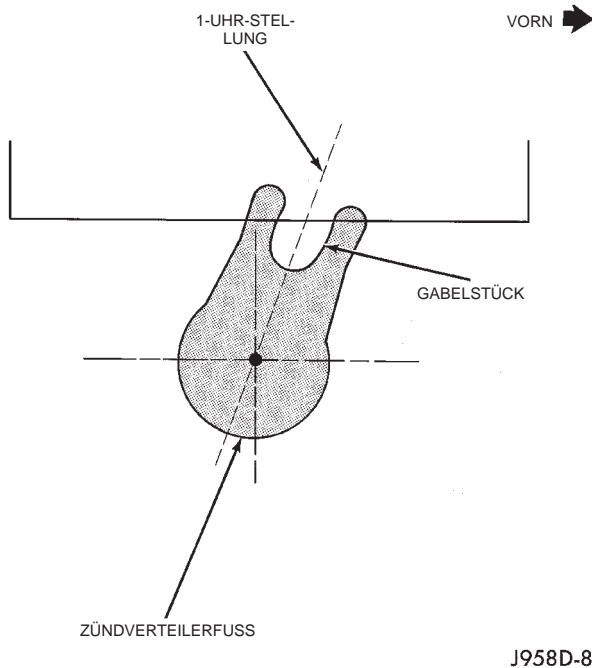
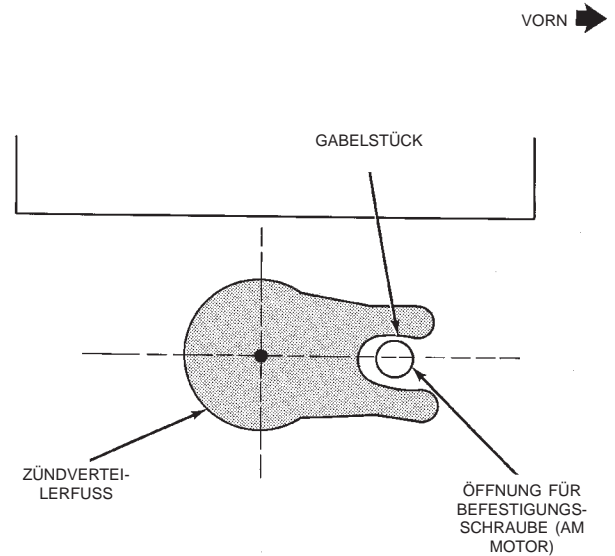

Abb. 36 Grundstellung des Zündverteilers—Alle Motoren
Abb. 37 Einbaulage des Zündverteilers—2.5L-Vierzylindermotor
(10) Verteilerläufer an der Verteilerwelle anbringen.
(11) **2.5L-Vierzylindermotor:** Zündverteiler am Motor in die Grundstellung bringen und dabei darauf achten, daß sich die Mittellinie des Gabelstücks unten am Zündverteiler in 1-Uhr-Stellung befindet (Abb. 36). Zündverteiler weiter in den Motorblock einschieben. Während des Einbaus drehen sich Verteilerläufer und Zündverteiler wegen der Schrägverzahnung am Zündverteiler und an der Nockenwelle leicht nach rechts. Sitzt der Zündverteiler vollständig im Motorblock, so muß die Mittellinie des Gabelstücks mit der Öffnung für die Befestigungsschraube im Motorblock fluchten (Abb. 37). Der Verteilerläufer muß außerdem etwas über die 3-Uhr-Stellung hinaus weisen.
4.0L-Sechszylindermotor: Zündverteiler am Motor in die Grundstellung bringen und dabei darauf achten, daß sich die Mittellinie des Gabelstücks unten am Zündverteiler in 1-Uhr-Stellung befindet (Abb. 36). Zündverteiler weiter in den Motorblock einschieben. Während des Einbaus drehen sich Verteilerläufer und Zündverteiler wegen der Schrägverzahnung am Zündverteiler und an der Nockenwelle